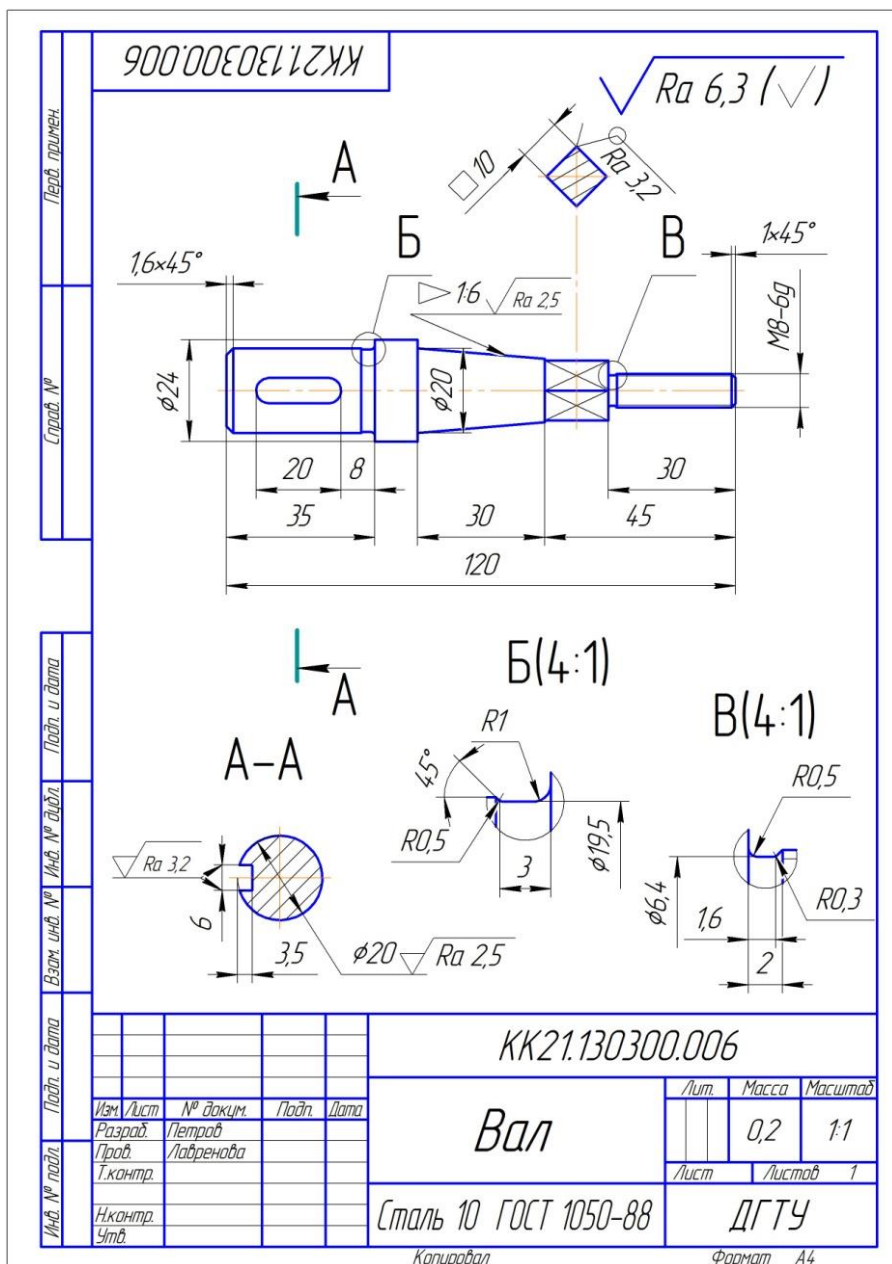

Рис. 47
25. Заполнить основную надпись (см. рис. 47).